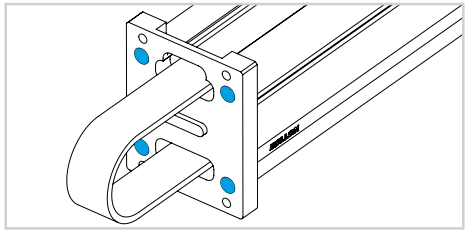

図 15
- 15) 4 本のネジを緩めて接続プレートを取り外します (図 15)。